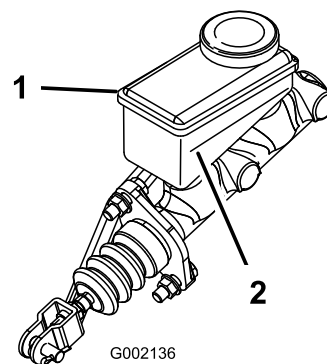

**Figura 63**
- Ridicai capota pentru a avea acces la cilindrul principal de frână i la rezervor (Figura 63).
- Curăai zona din jurul capacului rezervorului i scoatei capacul (Figura 63).
- Montai capacul rezervorului (Figura 63).